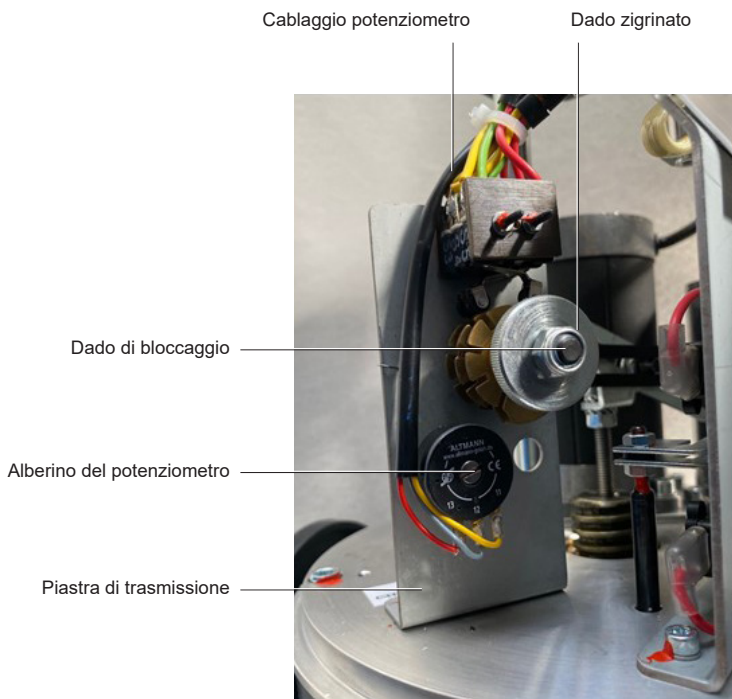

Fig. 13 "Installazione e regolazione del potenziometro (8 kN+)"
- Vedere la Fig. 13 "Installazione e regolazione del potenziometro (8 kN+)"